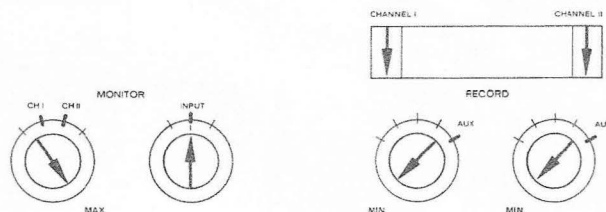

Bild 6.6.-78
- Vor-Hinterbandschalter auf INP. ( Bild 6.6.-78 )